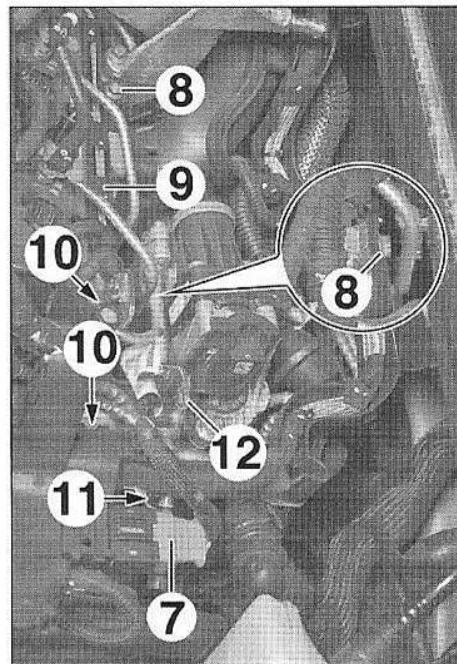

FIG.132
- Débrancher le connecteur (7) (Fig.132).
- les vis (8) et écarter le guide (9) du faisceau d'alimentation des bougies de préchauffage,
- les vis (10),
- l'agrafe (11),
- le support (12) du boîtier de filtre à air.